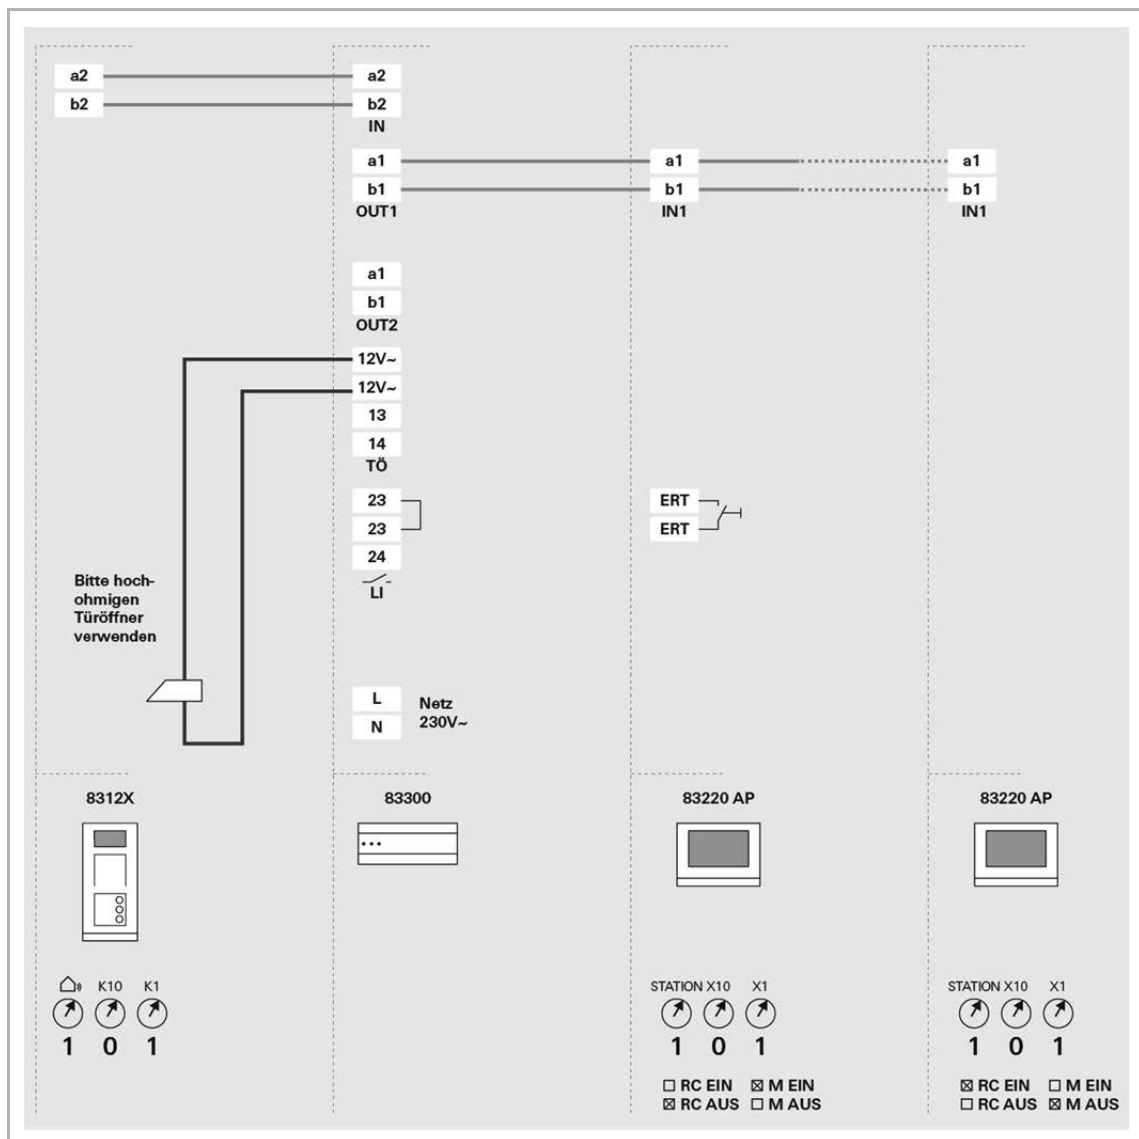

Abb. 22: Video EFH, eine Türstation
4.15 Anlagentyp: Video EFH, eine Türstation (Abb. 22)